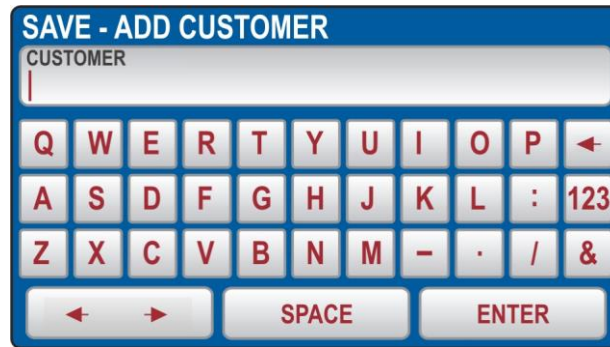

Fig. 82: Menu SAVE – Añadir CLIENTE
6. Pulse la tecla **ADD NEW** para añadir un nuevo cliente (vea Fig. 82)